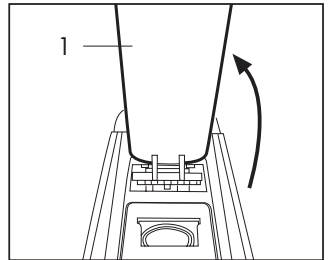
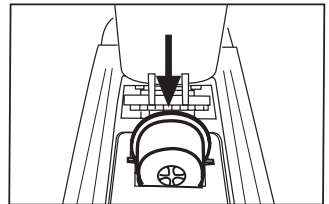

Abb. 8
Abb. 9
- Klappen Sie den Hebel (1) langsam nach hinten (bis zum Anschlag) (**Abb. 8**) und setzen Sie eine Kapsel in die vorgesehene Öffnung ein (**Abb. 9**)